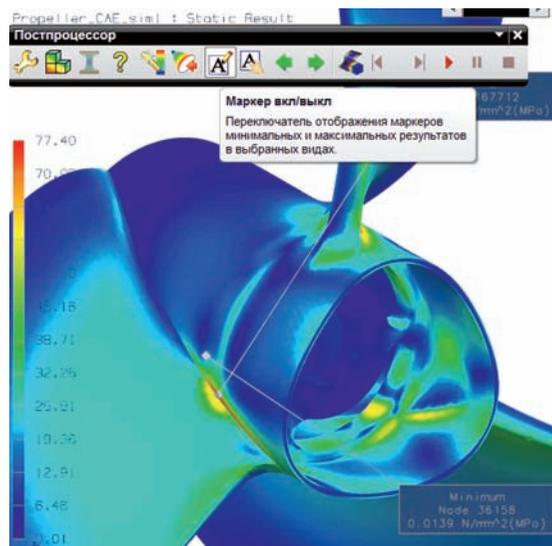

Рисунок 8.35
6.4. Для быстрого отображения минимального и максимального значений выбранной величины в панели инструментов **Постпроцессор (Post Processing)** нажмите на команду **Маркер вкл/выкл (Marker On/Off)** (рис. 8.35).